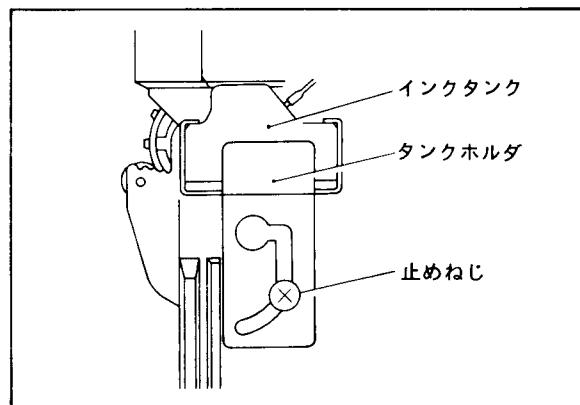

図14-4 インクタンクの位置調整
- (1) 扉を開き内器を引き出します。
- (2) タンクホルダの止めねじを緩め、インクタンクを移動し、インクタンクを固定します(図14-4)。